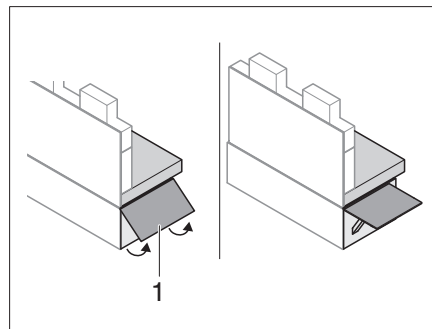

Bild 143 Sitzbankverlängerung herausklappen
- Sitzbankverlängerung (Bild 143,1) nach oben klappen.
- Entriegelungslasche einschieben und Sitzbankverlängerung (Bild 143,1) einklappen.